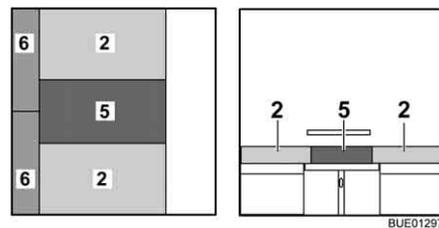

Fig. 114 Después de la transformación
- Colocar el cojín adicional (Fig. 114,5) entre los cojines del asiento sobre la mesa.
- Colocar los cojines adicionales (Fig. 114,6) entre los cojines del asiento y la pared.